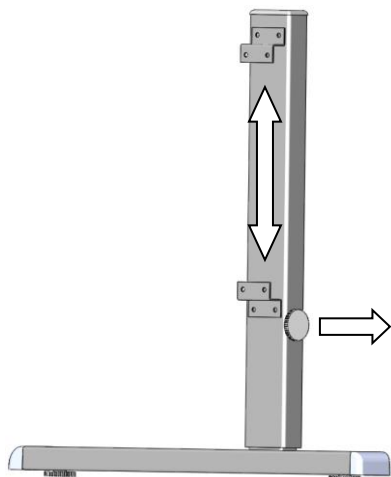

Рис.23
6.3. Для ступенчатого регулирования столешниц по высоте необходимо раскрутить фиксатор на стойках боковых правой и левой, произвести подъем/опускание кожуха стойки и закрепить на нужной величине в зависимости от роста пользователя, см.рис.23 и 23б.
Примечание: При перемещении стола следует держать стол за стенки боковые ближе к стойкам согласно рис. 23а. Категорически не допускается, во избежание поломок, перемещать и поднимать стол держась за столешницу.
Рис.23а
Рис. 23б